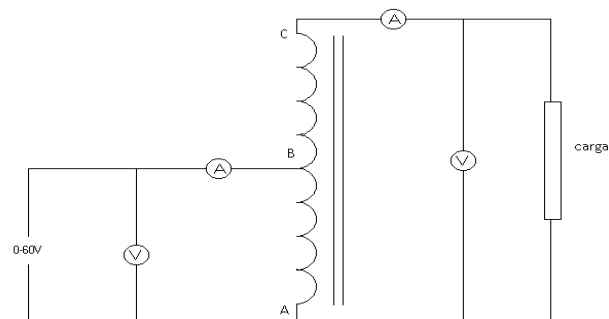

Figura 4: autotransformador elevador.
3. Arma el circuito de la figura 4 del autotransformador. Posteriormente ajustar la fuente, procurando no tener carga en el secundario, suministrar un voltaje de entrada de $60V_{CA}$.